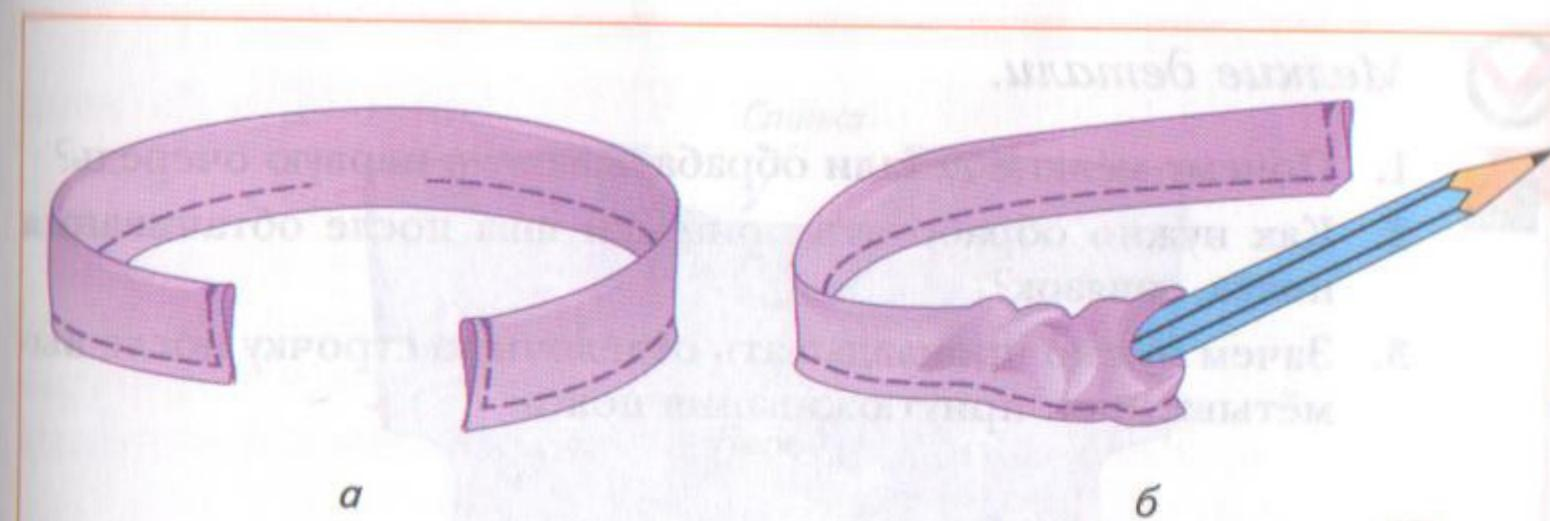

Рис. 96 Изготовление мягкого пояса: а — обтачивание; б — вывертывание
5. Срезать припуски шва (рис. 96, а).
6. Вывернуть пояс на лицевую сторону, пользуясь узким предметом, например линейкой или карандашом (рис. 96, б).